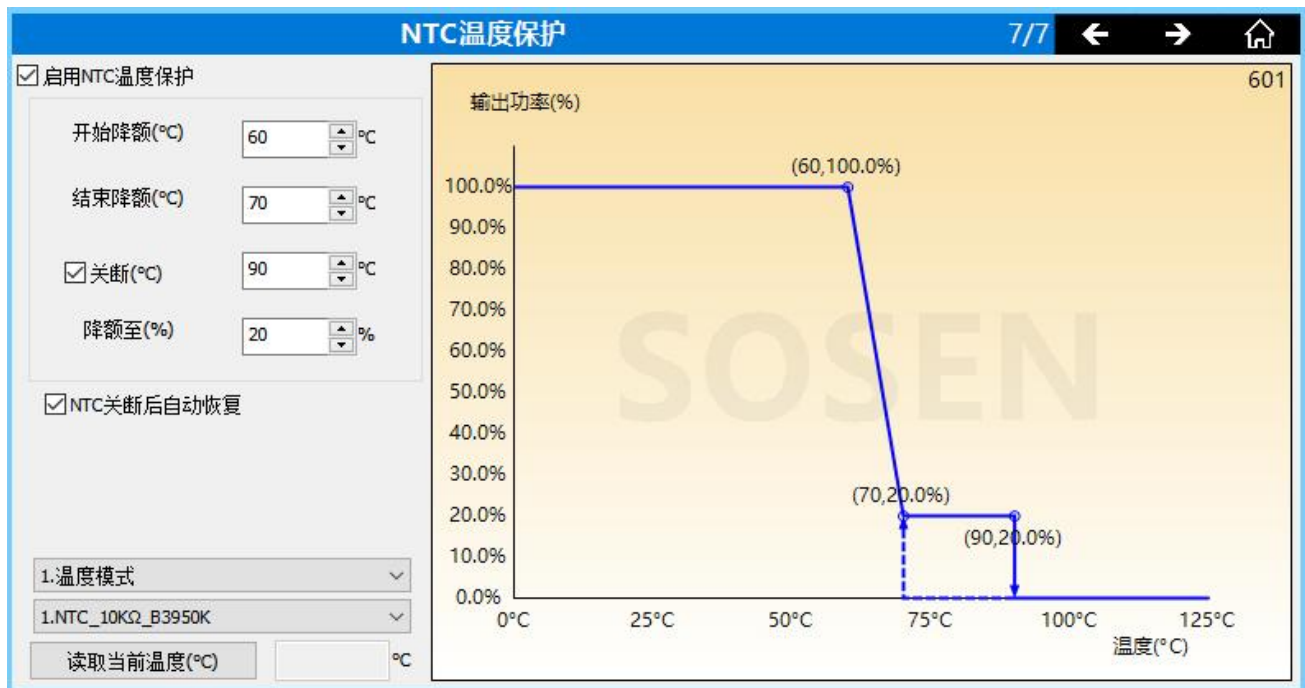
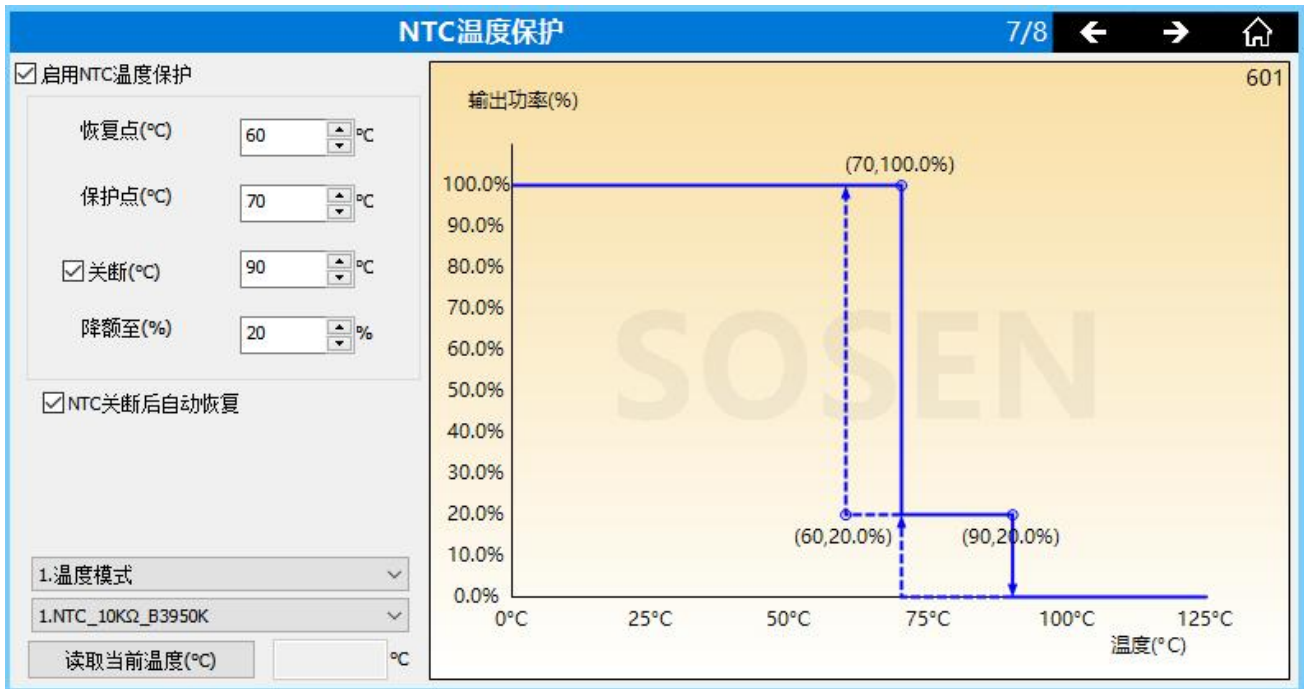

图 2
图 3
b. 三合一机型所支持的 NTC 功能, 如图 2 和图 3 所示的功能界面。此类机型支持 2 种 NTC 功能逻辑, 可以通过“机型特征参数”界面进行选择。支持此功能的机型如 1200NP-M430BHN。
c. 运行逻辑 1:根据“机型特征参数”界面-“NTC 运行逻辑”选项, 选择“运行逻辑 1”, 按图 2 所示参数设定, 如蓝线所示, 当温度低于 60°C 时, 输出功率为 100%; 当温度大于 60°C
d. 运行逻辑 2:根据“机型特征参数”界面-“NTC 运行逻辑”选项，选择“运行逻辑 2”，按图 3 所示参数设定，如蓝线所示，当温度低于 70℃时，输出功率为 100%；当温度达到或大于 70℃时，将触发一次降额事件，输出功率将从当前实际等级降额 5%，如当前输出功率等级是 100%，那么输出等级将降额至 95%，经过 2 分钟的时间间隔，如果温度仍大于或等于 70℃，将再次触发一次降额事件，两次降额事件的时间间隔至少是 2 分钟。当发生多次降额事件后，输出等级最低将降至 20%，并保持在 20%；不论当前输出等级处于什么等级，当温度降至 60℃时，输出等级将恢复至 100%。当温度大于或等于 90℃时，将关断输出；NTC 关断后，当温度降至 70℃时，恢复输出等级至 20%；可根据勾选项选择恢复输出或不恢复输出。另外，将关断温度设置成小于或等于结束降额的温度或取消勾选关断选项，将关闭关断功能，既不关断。